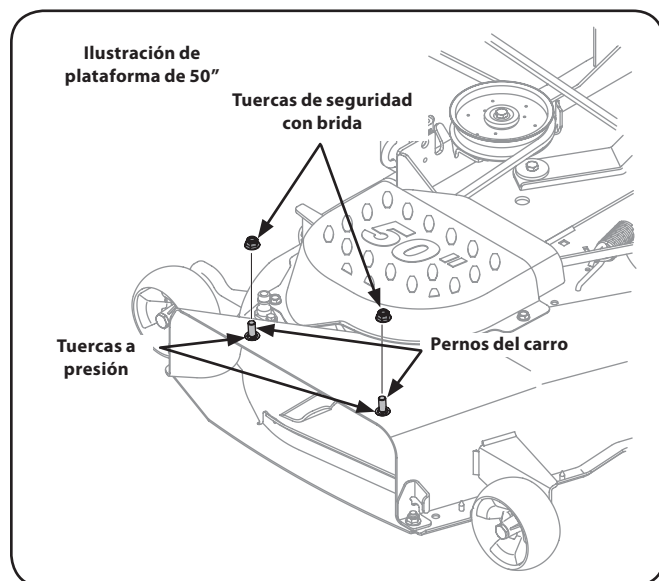

Figura 3-6
2. Retire las tuercas de seguridad con brida de la plataforma. No extraiga las tuercas a presión ni los pernos del carro, dejarlos en su lugar facilitará la instalación del canal. Vea la Figura 3-6.